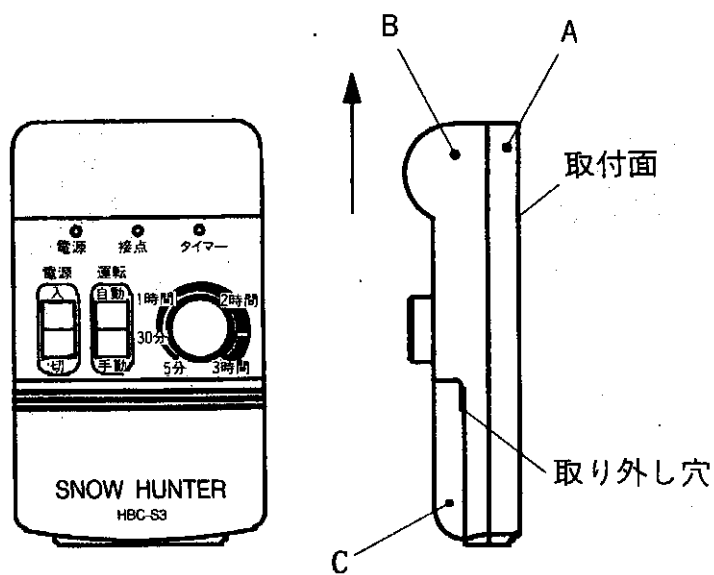

図7 制御部パーツ
(2) 制御部の取り付け方
- ① 制御部は3つのパーツ (A、B、C) からなっていますので、それぞれに分けて下さい。Aの裏蓋からBの本体をはずす場合は図7の矢印の方向にBを押しあげて下さい。Bの本体からCのカバーをはずす場合は図の取り外し穴にドライバーなどを差し込んではずして下さい。